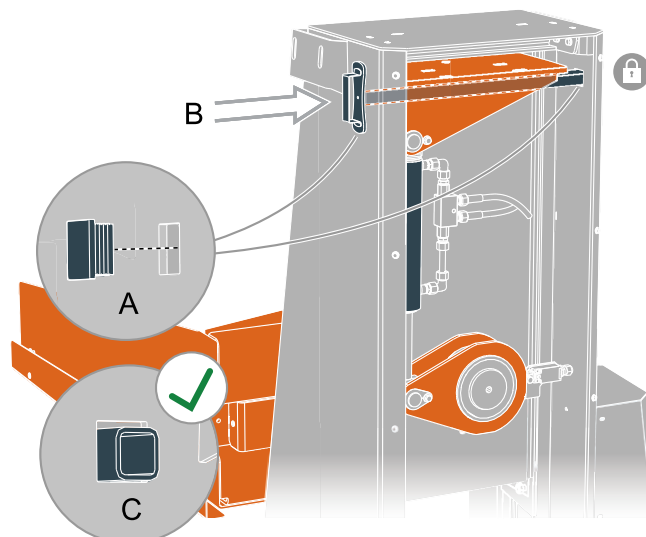

Bild 13 Spärrning av lastbäraren i serviceposition
2. Demontera plastpluggarna som täcker hålet på mastens sidor, se bild 13.
4. Montera plastpluggarna som täcker hålet på mastens sidor, se bild 13.